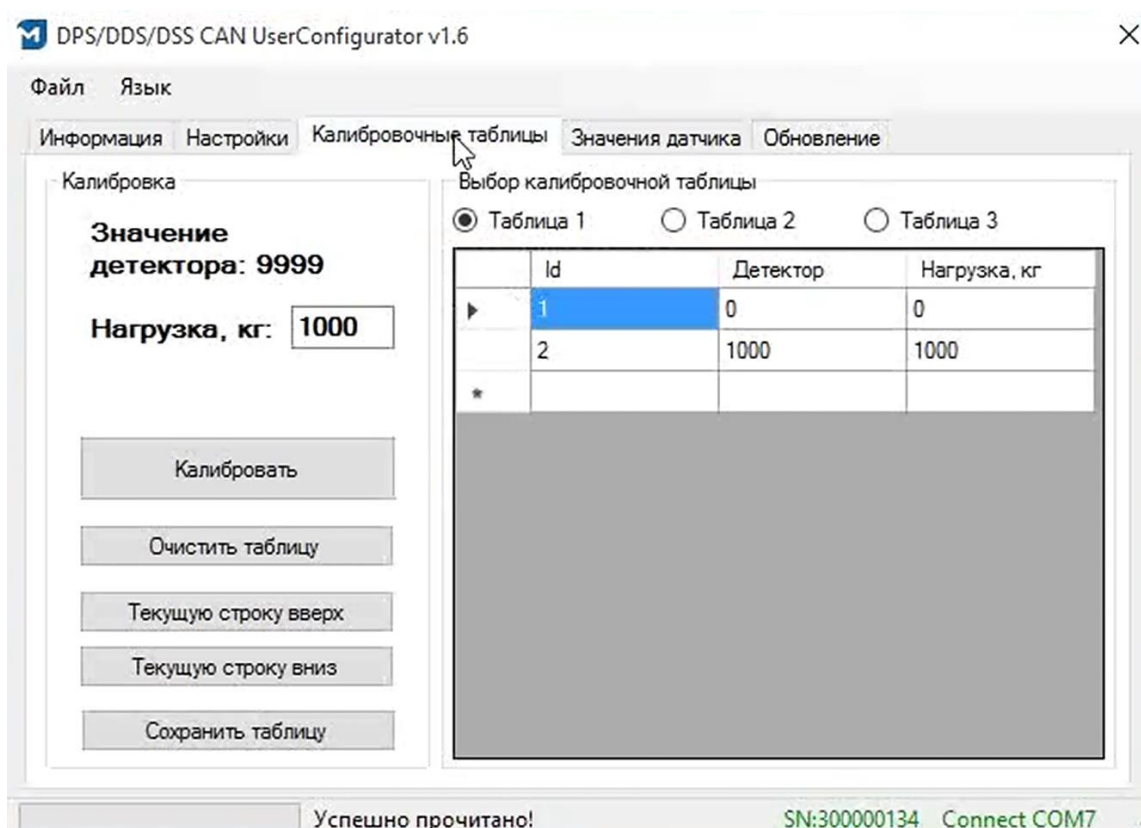

рис. 5.4. Таблица калибровки после приведения к 10000
- После процедуры сброса настроек значение детектора приводится к 10000, по умолчанию калибровочная таблица выглядит, как показано на рис. 5.4.